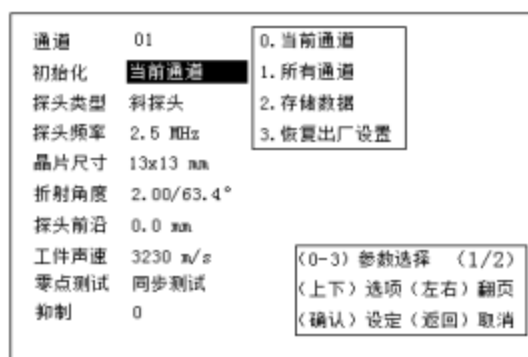

图 2-15
2.2.7.2 初始化选择: 按  键,当前通道反显,如图 2-15 所示